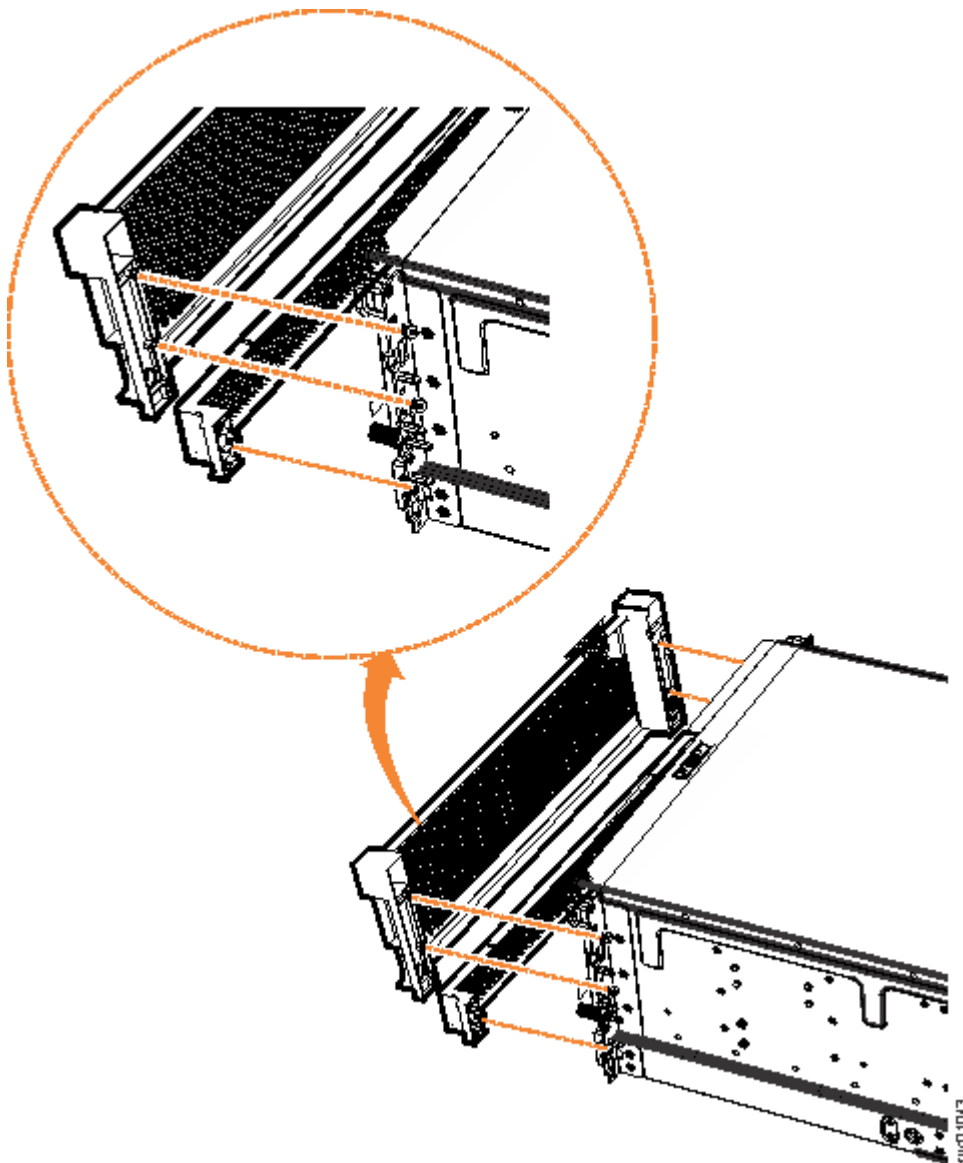

Рисунок 96. Снятие компонентов панелей с корпуса расширения
2. Снимите переднюю панель, открутив два винта, которые крепят панель к фланцу с обеих сторон шасси (см. Рисунок 96 на стр. 82).
3. Осторожно потяните за оба края панели PSU, чтобы снять ее с шасси (см. Рисунок 96 на стр. 82). Панель PSU отсоединяется от разъема и штырька, с помощью которых она крепится с обеих сторон шасси.